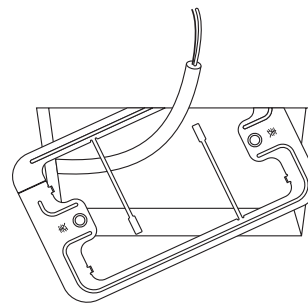

Fig. 11-26
3. Haga pasar el hilo a través del soporte de fijación suministrado e inserte el soporte en el falso techo. (Fig. 11-26)